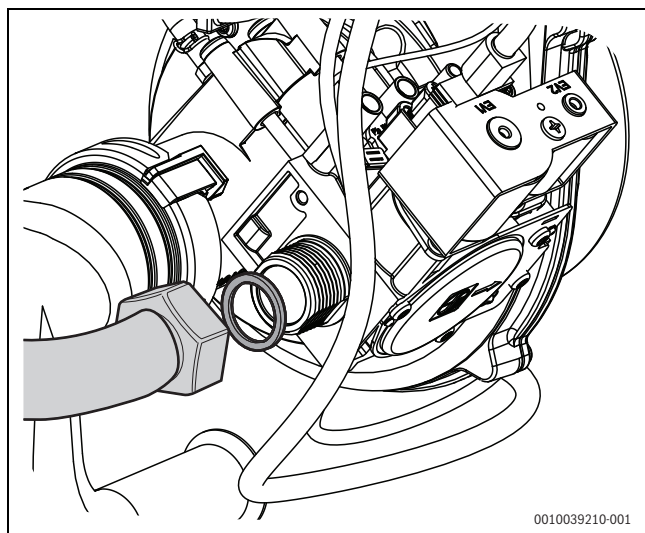

Bild 17 Dichtung für Gasanschlussrohr einlegen
- Mitgelieferte Dichtung (im Zubehör-Set) in Schraubenverbindung des Gasrohres an der Gasarmatur einlegen und Überwurfmutter mit einem Drehmoment von 50 Nm anziehen (→Bild 17). Dabei darauf achten, dass die Durchführungsstülpe des Gasrohres an der Rückwand gleichmäßig am Rohr anliegt und keine mechanischen Spannungen entstehen.